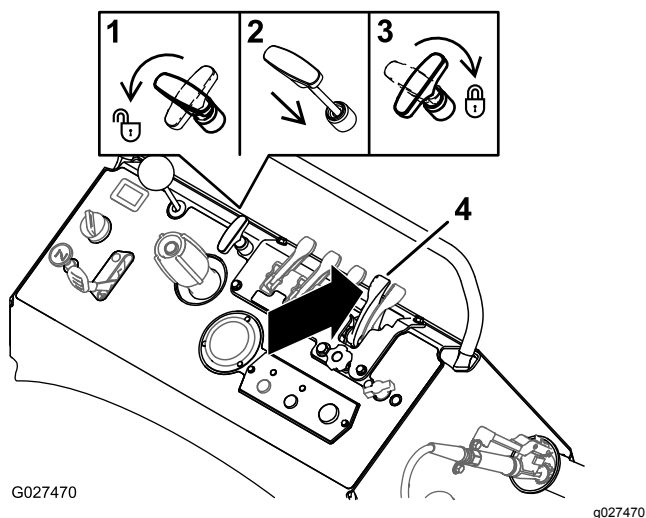

Figura 85
3. Cierre la compuerta del impulsor moviendo la palanca de la compuerta del impulsor de distribución ancha hacia adelante del todo (Figura 85).
4. Gire la palanca de control del patrón de esparcido en sentido antihorario, presione la palanca hacia abajo y gire la palanca de control del patrón de esparcido en sentido horario (3); consulte Figura 85.